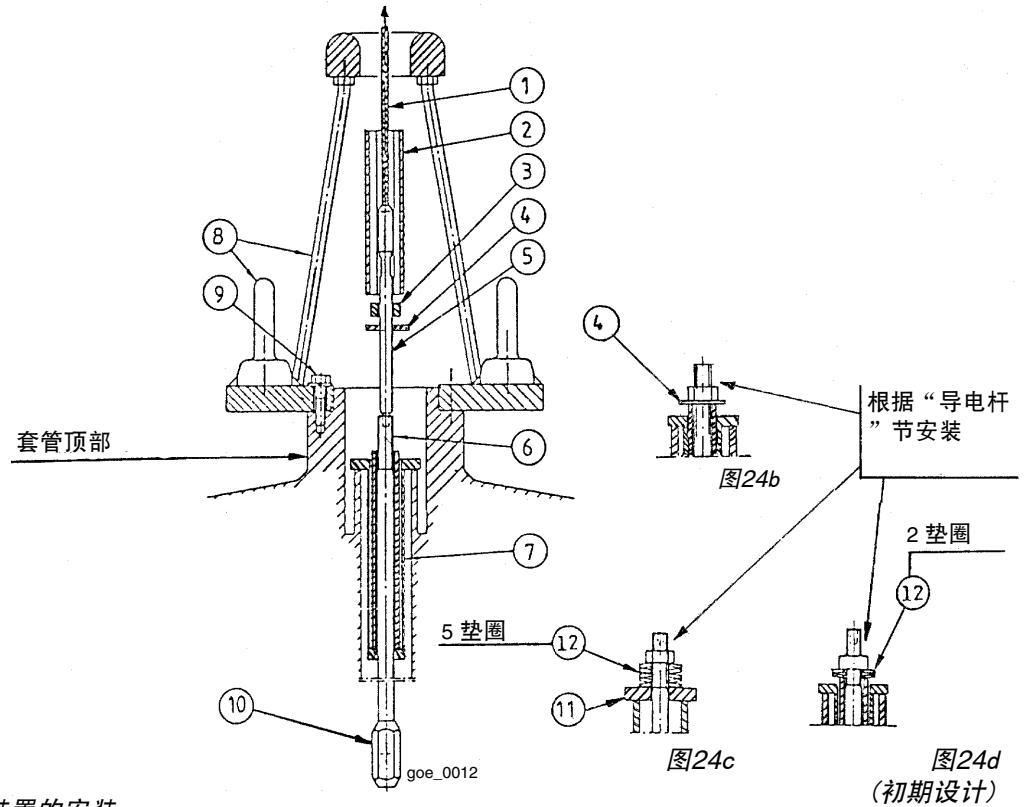

图24 导电杆装置的安装
1. 如图24所示，补偿装置放在套管内部管子的顶部。如果从底忽略误差的话管子末端与外部一样长。